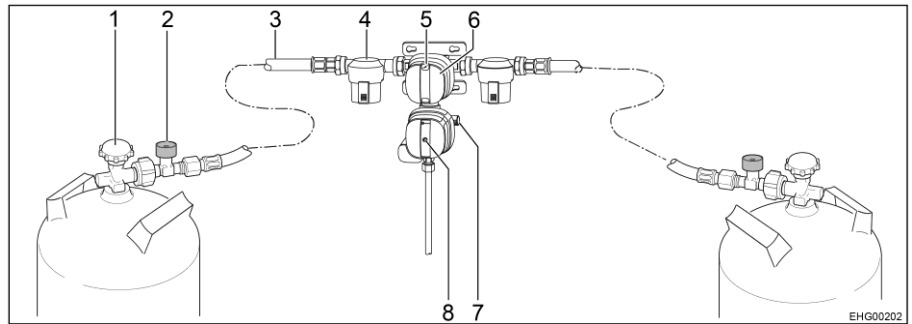

Bild 86 Sicherheitsgasdruck-Regelanlage DuoControl CS
Die DuoControl-Regelanlage besteht aus einem Umschaltventil und dem Crashsensor. Die DuoControl-Regelanlage ist zwischen den Hochdruckschläuchen (Bild 86,3) mit Schlauchbruchsicherung (Bild 86,2) montiert. Mit dem Drehknopf (Bild 86,6) am Umschaltventil kann bestimmt werden, welche der Gasflaschen als Betriebsflasche und welche als Reserveflasche verwendet wird.
Am Sichtfenster (Bild 86,5) wird der Status der Gasversorgung angezeigt:
Der Crashsensor sperrt die Gaszufuhr bei erheblicher Erschütterung (z. B. Unfall) ab. An der Stellung des gelben Resetknopfs (Bild 86,8) lässt sich der Betriebszustand des Crashsensors erkennen:
- Wenn der gelbe Resetknopf (Bild 86,8) hineingedrückt ist, ist der Crashsensor betriebsbereit.
- Wenn der gelbe Resetknopf (Bild 86,8) hervorsteht, ist der Crashsensor **nicht** betriebsbereit. Inbetriebnahme siehe unten.
Die Schlauchbruchsicherung (Bild 86,2) sperrt den Gasfluss, wenn der angeschlossene Schlauch bricht. Die Schlauchbruchsicherung muss durch Drücken der grünen Taste aktiviert werden.
- Mit dem Drehknopf (Bild 86,6) am Umschaltventil die Gasflaschewählen, der vorrangig das Gas entnommen werden soll (Betriebsflasche). Den Drehknopf immer bis zum Anschlag drehen.
- Haupt-Absperrventile (Bild 86,1) an den Gasflaschen öffnen.
- Grüne Taste der Schlauchbruchsicherung (Bild 86,2) ca. 5 Sekunden lang drücken. Am Sichtfenster (Bild 86,5) wird die grüne Markierung angezeigt.
- Wenn der Crashsensor ausgelöst hat (der gelbe Resetknopf (Bild 86,8) steht hervor):
Gelben Resetknopf (Bild 86,8) kräftig hineindrücken, leicht im Uhrzeigersinn drehen und 5 Sekunden lang gedrückt halten. Sicherstellen, dass der Resetknopf in der gedrückten Stellung ("betriebsbereit") bleibt. Wenn es nicht möglich ist, die Anlage wie beschrieben zurücksetzen: Torx-Einsatz T20 an der beiliegenden Schraubhilfe zur Unterstützung der Drehbewegung nutzen.
■ Haupt-Absperrventile (Bild 86,1) an den Gasflaschen schließen.
Wenn die grüne Kontroll-Leuchte (Bild 87,6) während des Betriebs erlischt und die rote Kontroll-Leuchte (Bild 87,5) aufleuchtet, ist die Betriebsflasche leer und muss gewechselt werden. Am Sichtfenster (Bild 86,5) der zugehörigen Gasflasche wird die rote Markierung angezeigt. Die Reserveflasche versorgt die Gasverbraucher weiterhin mit Gas.
- Drehknopf (Bild 86,6) bis zum Anschlag in Richtung der aktuell verwendeten Gasflasche drehen. Damit ist diese Gasflasche jetzt die Betriebsflasche, die leere Gasflasche wird zur Reserveflasche. Die Markierung im Sichtfenster (Bild 86,5) wechselt von rot auf grün.
- Haupt-Absperrventil (Bild 86,1) an der leeren Gasflasche schließen. Pfeilrichtung beachten.
- Grüne Taste der Schlauchbruchsicherung (Bild 86,2) drücken.